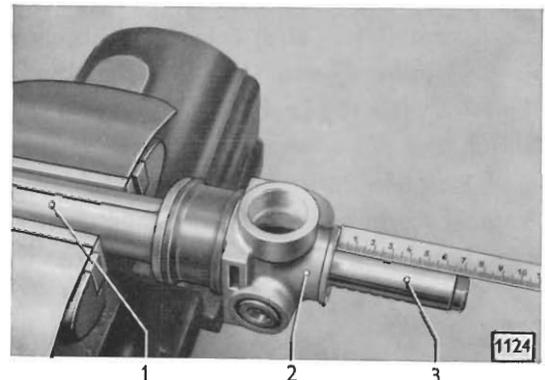

Bild 49 - Zahnstange in Lenkgehäuse einführen
kurzem Hals (49/2) so weit einführen, bis zwischen Stirnfläche Zahnstange und Bund Lenkgehäusehals auf beiden Seiten ein gleichmäßiger Abstand von 73 mm vorhan-den ist (Bild 49). Dabei darf das vorher in den Lenkgehäusehals eingebrachte Len-kungsfett nicht herausgedrückt werden.
6. Zsb. Ritzel (51/2) so in Lenkgehäuse einführen, daß die entsprechende Nut der Ritzelverzahnung – bei genau **waagrecht** stehendem Lenkspindelflansch (51/3) und **oben liegendem Schlitz** bzw. Loch für Klemmschraube (51/4) – mit dem mittleren (zwölften) Zahn der Zahnstange (51/1) übereinstimmt. Die Stellung der Zahnstange ist durch Einhaltung des vorher angegebenen Abstandes (Bild 49) bestimmt. Hierdurch ist die Mittelstellung des Lenkgetriebes festgelegt.